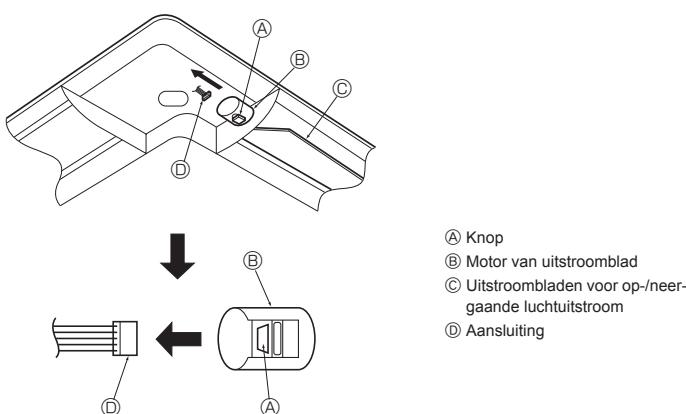

Fig. 8-9
8.4. Vastzetten van het op-/neergaande luchttuitstroomblad (Fig. 8-9)